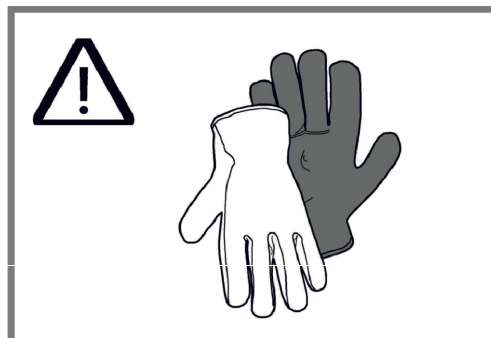

Fig. 5
- Der kan være skarpe kanter under installation, brug derfor gerne beskyttelses handsker (Fig. 5).